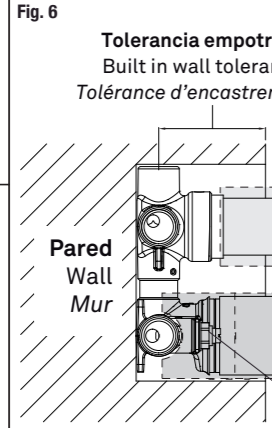

Fig. 6
- 2) Retire el grifo usado si lo tiene colocado. Realice la apertura de la pared lo suficientemente grande para tener acceso a las llaves de corte (D), tome como referencia las carcassas protectoras (B y C). Prepare la instalación de las tomas de agua teniendo en cuenta las tolerancias de empotrado (Fig. 6).
- 2) Remove old valve if any. Make a hole in the wall large enough to get access to the stop valves (D), use the plastic caps (B and C) as a reference. Prepare the connection of the water supply pipes taking into account the built in wall tolerance (Fig. 6).
- 2) Retirez le robinet utilisé s'il est installé. Agrandir l'ouverture du mur pour accéder aux vannes d'arrêt coupe (D), prenez comme référence les boîtiers de protection (B et C). Préparer l'installation des prises d'eau en tenant compte des tolérances de l'encastrement (Fig. 6).